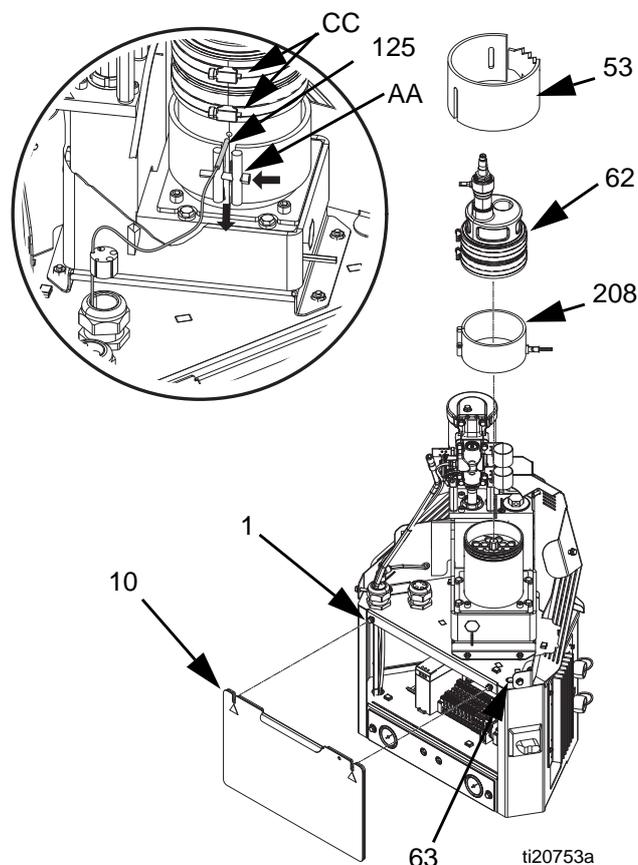
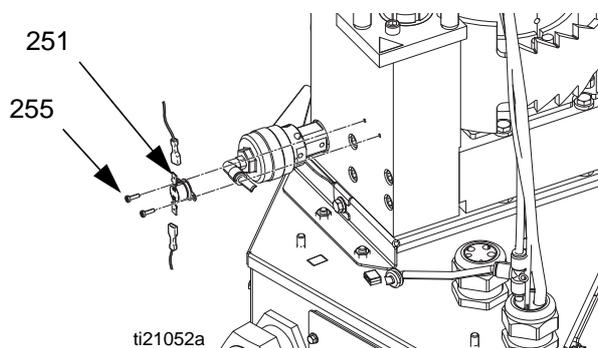

FIG. 36
FIG. 38
6. Retirer les vis (8), puis la porte frontale d'accès au boîtier électrique (10).
7. Retirer le tuyau pneumatique (36) de la vanne de détente (245). Sortir le tuyau pneumatique de la protection en métal (27).
8. Retirer les écrous (3) de la protection en métal (27), puis retirer la protection.
9. Desserrer le collier de tuyau du support du moteur pneumatique (528), puis retirer l'entonnoir (61).
10. Retirer les connecteurs de câble de l'interrupteur de surchauffe (251).
11. Retirer les isolateurs (52, 53) de l'ensemble du compartiment de fusion (5).
12. Débrancher le câble du capteur de remplissage (20).
14. Retirer le tuyau pneumatique du bouchon de remplissage (62).
15. Retirer le tuyau pneumatique du moteur pneumatique (218).
16. Desserrer la vis (AA), puis retirer le capteur (125). Consulter FIG. 36 à la page 60.
17. Retirer la porte frontale d'accès au boîtier électrique (10).
18. Retirer tous les câbles de chauffage des bornes suivantes. Tirer les câbles vers le haut, à travers le passe-câbles en caoutchouc en haut du boîtier électrique (1). Voir la FIG. 36 à la page 60, pour les repères des pièces.
3. Utiliser 4 boulons (259) pour fixer l'ensemble du compartiment de fusion sur son embase (257).
4. Utiliser quatre écrous (3) pour fixer l'ensemble du compartiment de fusion au système.
5. Regrouper les 4 jeux de câbles de réchauffeur, puis les passer dans le passe-câbles en haut du boîtier électrique (1). Raccorder les câbles comme indiqué ci-dessous. Voir la FIG. 36 à la page 60, pour les repères des pièces.
6. Raccorder le tuyau pneumatique au moteur pneumatique (218).
7. Raccorder le tuyau pneumatique au bouchon de remplissage (62).
8. Raccorder le câble du capteur de remplissage à ce dernier (20).
10. Installer l'entonnoir (61) dans le support du moteur pneumatique (528), puis serrer le collier.
11. Installer le capteur de température (125) dans le compartiment de fusion, puis serrer la vis (AA) sur le chauffage en bande. Consulter FIG. 36 à la page 60.
12. Installer les isolateurs (52, 53) sur l'ensemble du compartiment de fusion (5).
13. Raccorder les connecteurs de câble à l'interrupteur de surchauffe (251). Voir FIG. 38 à la page 62.
14. Utiliser les écrous (3) pour installer la protection en métal (27).
15. Passer le tuyau pneumatique de la vanne de détente (36) dans le boîtier en métal, puis l'attacher sur la vanne de détente (245).
16. Installer la porte frontale d'accès (10) sur le boîtier électrique (1).
18. Rebrancher tous les tuyaux chauffés sur le collecteur de sortie (203) du compartiment de fusion.
Démontage (voir la FIG. 36) :
Remontage (voir la FIG. 36) :
6. Installer la porte d'accès (10) sur le boîtier électrique. Voir FIG. 36.
7. Installer l'isolateur du compartiment de fusion en tissu (53).